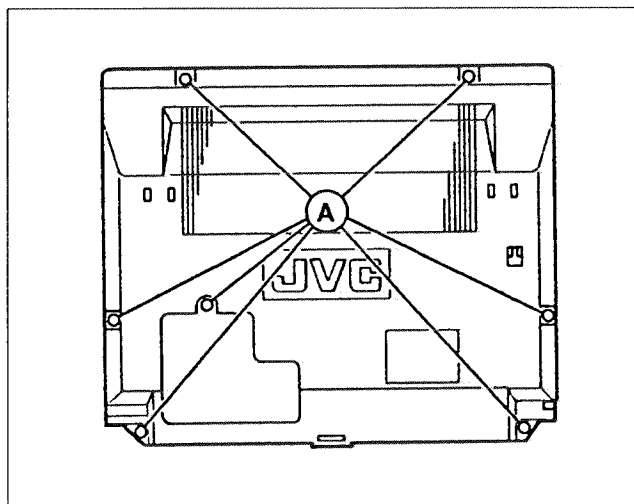

Fig. 1
1. Extraiga los siete tornillos marcados con A como se muestra en la Fig. 1.